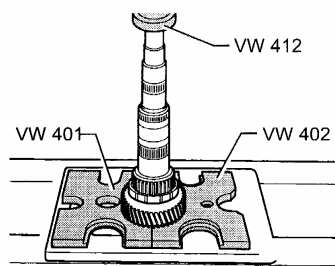

图 12-96 压出 1、2 挡同步器
(9) 压出 1 挡和 2 挡的同步器体和换挡齿轮，如图 12-96 所示。